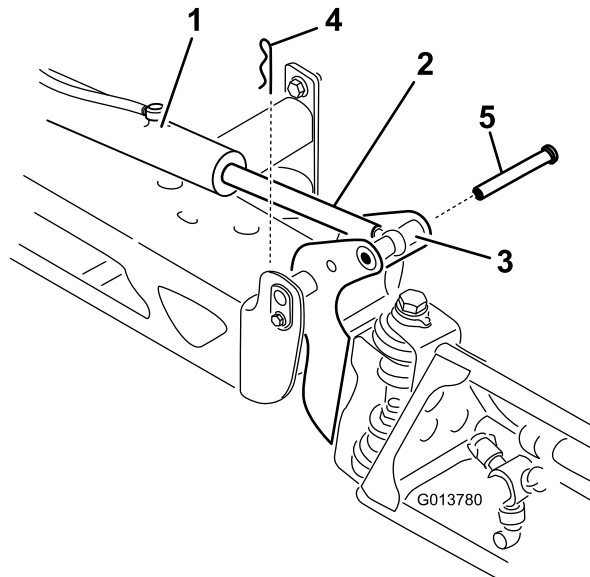

图37
2. 从枢轴销 图37上拆下开口销。
3. 提起喷洒臂、然后拆下柱销 图37。慢慢将喷洒臂降落到地面上。
7. 支撑住喷洒臂、将柱销插入喷洒臂枢轴和提升器杆图37。